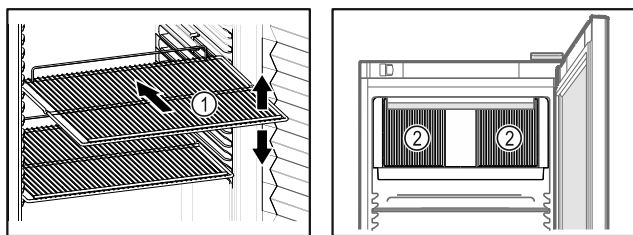

Fig. 78 Ilustratīvs attēlojums Fig. 79
- Ja novietošanas režģi Fig. 78 (1) ir novirzāmi, pielāgojiet tos pēc augstuma.